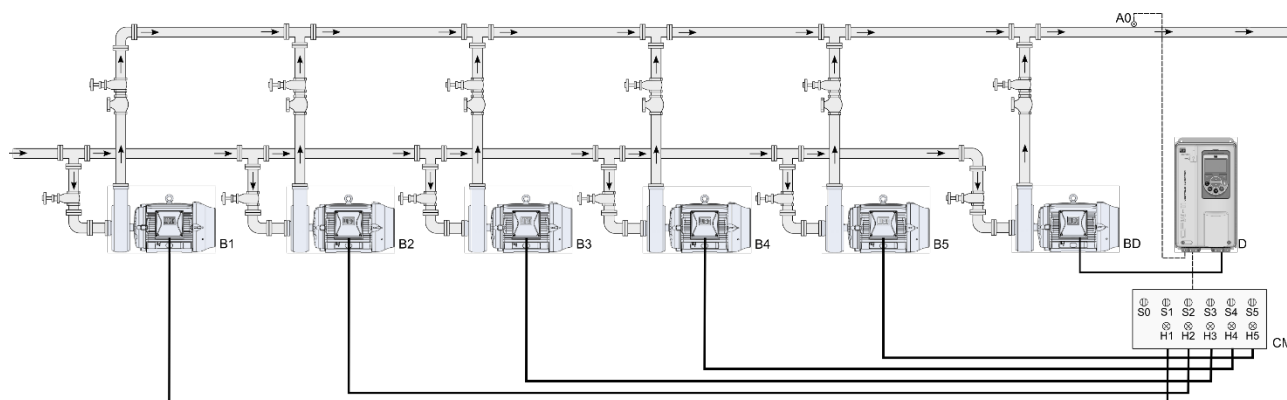

Figura 2.1 – Aplicación Pump Genius Multipump con control fijo y seis bombas en paralelo
La figura 2.1 presenta un accionamiento típico con seis bombas en paralelo y setpoint (consigna) para control vía HMI, siendo básicamente compuesto por:
Las bombas 1 a 5 pueden ser accionadas por contactores (arranque directo o estrella triángulo), arrancadores suaves (softstater), relés inteligentes, etc. Las señalizaciones H1, H2, H3, H4 y H5 no son necesarias para el funcionamiento del Pump Genius Multipump con control fijo, 6 bombas en paralelo y setpoint (consigna) para control vía HMI, ya que sirven solamente para indicar la condición de funcionamiento de las bombas en el cuadro de mando (CM). En la figura 2.1, las señalizaciones H1, H2, H3, H4 y H5 vienen de contactos auxiliares de los contactores K1, K2, K3, K4 y K5 que accionan las bombas 1, 2, 3, 4 y 5.